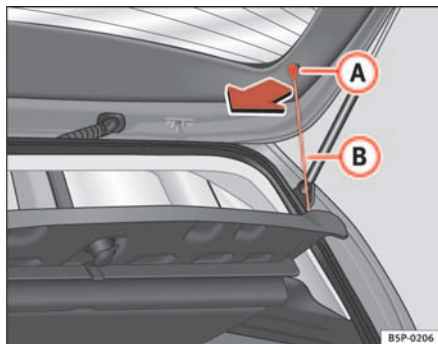

Abb. 121 Hutablage
- Die Streben \Rightarrow Abb. 121 **B** aus den Aufnahmen **A** aushängen